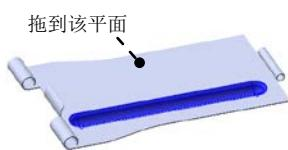

图 14.4.24 成形特征 1
Step14. 创建图 14.4.24 所示的成形特征 1。
(1) 单击任务窗格中的“设计库”按钮 ，打开“设计库”对话框。
(2) 单击“设计库”对话框中的 ch14 节点，在设计库下部的列表框中选择“watchband_shaped_tool_02”文件并拖动到图 14.4.24 所示的平面，在弹出的“成形工具特征”对话框中单击 **确定** 按钮。